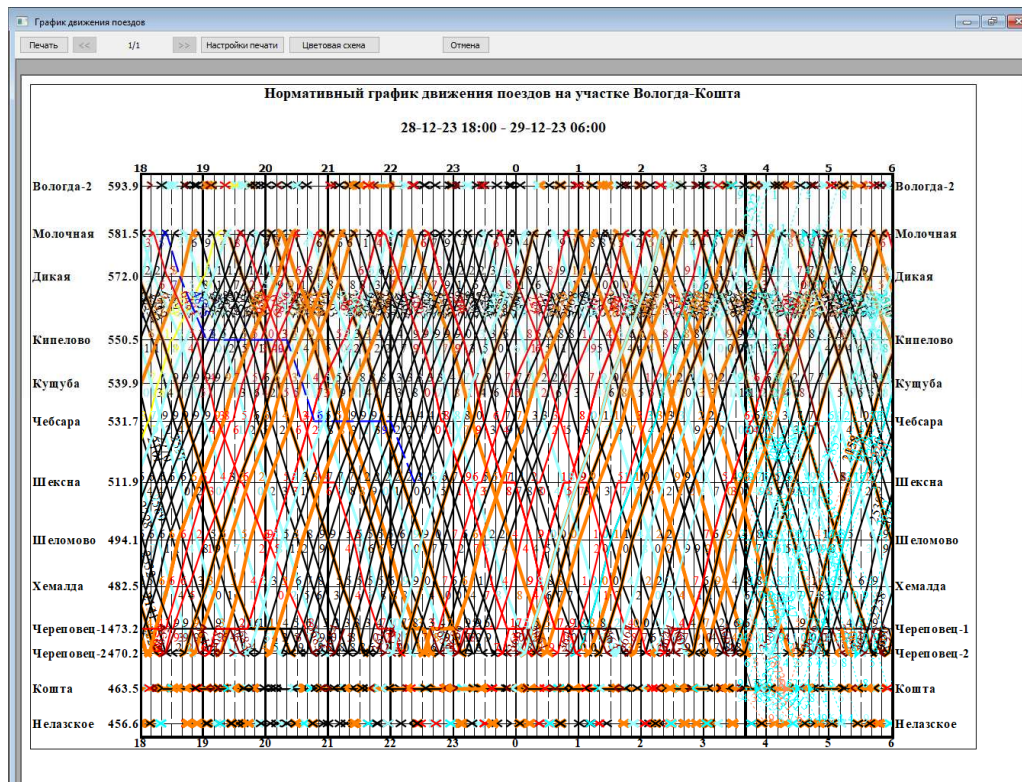

Рис.134. Макет листа нормативного графика
После выбора и настройки печатного устройства нажмите кнопку «ОК», чтобы перейти к просмотру макета листа графика (см. рис. 134)
5. Закончив подготовку макета бумажного графика, нужно нажать на кнопку «Печать» (см. рис. 134).